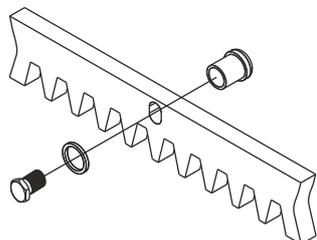

Fig. 8
5.2. Fixez les cliquets de support à chaque élément de crémaillère à l'aide des vis de blocage correspondantes, en faisant attention à les positionner dans la partie supérieure de la fente - Fig. 8